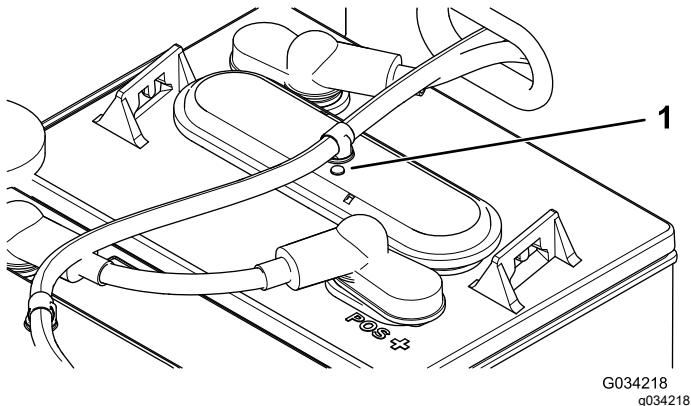

Рисунок 36
- Проверьте смотровые отверстия на каждом аккумуляторе, чтобы определить их цвет (черный или белый) (Рисунок 36).